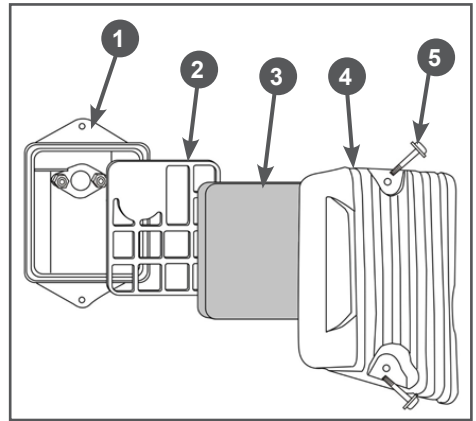

Рис. 15 Обслуживание воздушного фильтра
1. Открутите винты крепления 5 и снимите крышку 4 воздушного фильтра (Рис. 15).
элемент 3 и сепаратор 2 (Рис. 15).
3. Проверьте целостность и чистоту фильтрующего элемента. При незначительном загрязнении промойте поролоновый фильтрующий элемент 3 (Рис. 15) теплым мыльным раствором и просушите. Поврежденный или сильно загрязненный поролоновый фильтрующий элемент замените.